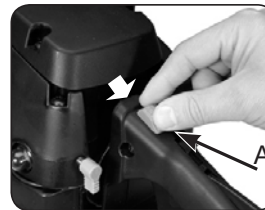

Abb. 7A
1. Um den Motor anzulassen, schieben Sie den roten STOP-Schalter nach oben (D) (Abb. 7A).